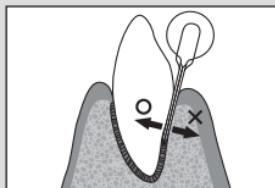

Fig. 4
Aspetos a considerar: Dado que a reabsorção óssea ocorre facilmente no lado labial, é necessário cuidado no movimento da extremidade da ponta para não danificar o osso alveolar (Fig. 4). Também deve prestar atenção ao contacto com o dente existente.
- Para evitar danos no osso alveolar, move a extremidade da ponta ao longo do dente na medida possível (Fig. 4).